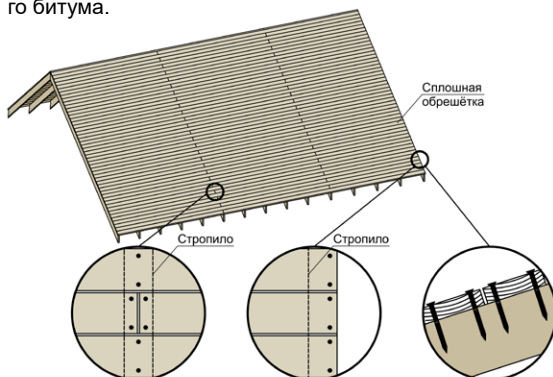

Рис. 6. Укладка сплошного основания из шпунтованной или обрезной доски.
3.2.2 Внимание! Фрагменты годовых колец должны быть ориентированы выпуклостями вниз (рис. 6).
3.2.5 Крепёж досок – тип 2 (таблица №1). Доска должна фиксироваться в каждое стропило в 2 местах фиксации (рис. 6).
3.2.6 Вертикальный стык досок должен обязательно приходиться на стропило и иметь разбежку через каждый ряд (рис. 6).